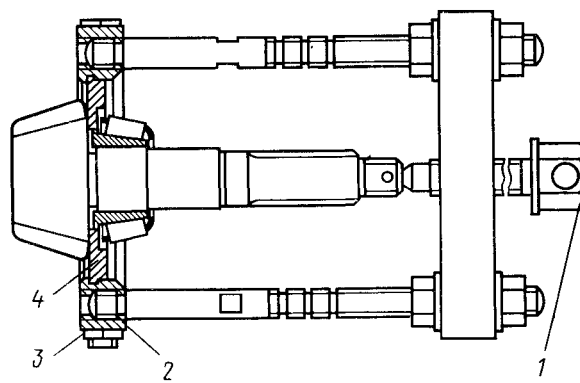
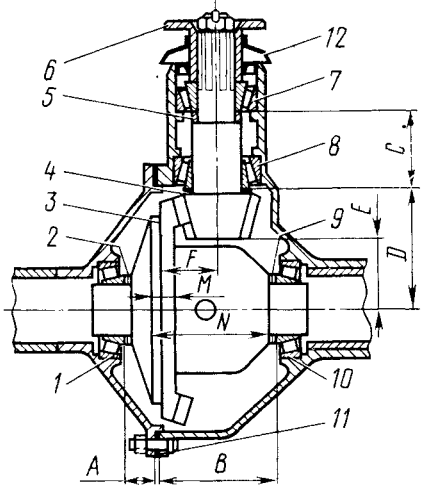
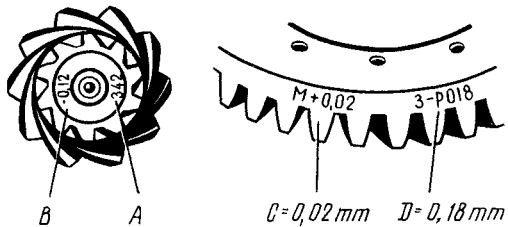

Рис. 122. Снятие подшипника с ведущей шестерни главной передачи:
Рис. 128. Схема регулировки главной передачи:
Рис. 129. Маркировка шестерен главной передачи:
5. Отвернуть гайку крепления фланца ведущей шестерни, снять фланец, вынуть ведущую шестерню внутрь картера. Большой подшипник ведущей шестерни снимают съемником 7823-6087, собранным вместе с вкладышем 7823-6100, как показано на рис. 122. Для того, чтобы заплечики вкладыша 4 плотно входили между обоймой подшипника и шестерней, следует опоры 2 сжать болтами с гайками 3. Выпрессовать подшипник вращением винта 1.
Предварительный натяг подшипников дифференциала регулируют изменением общей толщины пакетов прокладок 2 и 9 (рис. 128); оба пакета имеют одинаковую толщину. Увеличение общей толщины обоих пакетов увеличивает преднатяг подшипников 1 и 10. Преднатяг должен быть равен 0,18–0,26 мм. После регулировки подшипников ведомая шестерня должна легко вращаться от руки без осевого люфта или боковой качки. Люфт можно проверить через отверстия пробок картера или горловину ведущей шестерни (лучше индикатором).
1. Набрать предварительно по пакету прокладок 2 и 9 (каждый толщиной 1,3 мм). Прочсть на ободке ведомой шестерни (рис. 129) отклонение от монтажного расстояния F (см. рис. 128). Если отклонение имеет знак минус, то следует переложить из пакета 9 в пакет 2 прокладки, толщина которых равна величине отклонения, а если знак плюс, то переложить их из пакета 2 в пакет 9.
A — порядковый номер пары шестерен; B — отклонение высоты головки ведущей шестерни; C — отклонение размера F (см. рис. 128); D — боковой зазор в паре
Если требуется заменить коробку дифференциала, сохранив подшипники, то перед съемом колец подшипников следует запомнить расположение колес и пакетов прокладок, чтобы поставить их на прежние места и на новой коробке. Сравнить размеры M и N (см. рис. 128) на обеих коробках и учесть их разницу при наборе пакетов регулировочных прокладок.
Со старой ведущей шестерни следует спрессовать внутреннее кольцо большого подшипника, применяя специальный съемник (см. рис. 122). Если подшипники ведущей шестерни пригодны для эксплуатации, то собирают новую шестерню со старыми подшипниками и регулировочными кольцами, а затем проверяют преднатяг подшипников 7 и 8 (см. рис. 128).
Если пятно не соответствует указанному, то следует изменить положение ведущей или ведомой шестерен подбором кольца 4 (см. рис. 128) или перекладыванием прокладок 2 и 9. После этого снова проверить преднатяг подшипников ведущей шестерни, боковой зазор и пятно контакта. Если заменяется только картер моста (с правым кожухом в сборе), можно не регулировать преднатяг подшипников дифференциала. Если необходимо заменить подшипники, то следует заменить и пакеты прокладок под ними, как при замене левого кожуха полуоси. При замене картера обязательно регулировать положение ведущей шестерни и преднатяг ее подшипников.
Справочные данные (номинальные, без учета отклонений) размеров в мм, обозначенных на рис. 128: А = 29; В = 108; С = 76; D = 111; E = 65; F = 58,19; M = 26; N = 135; толщина сжатых прокладок между картером и его крышкой равна 0,16 мм.